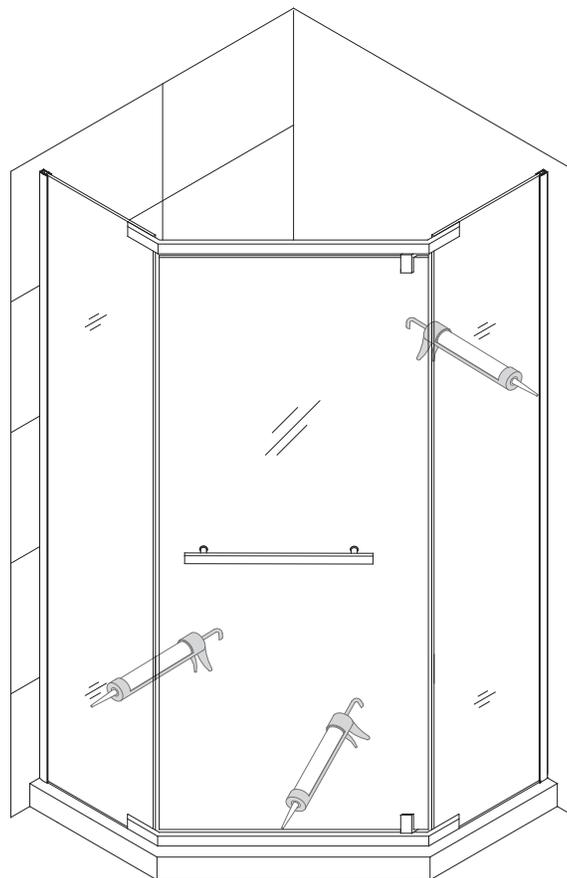

Fig 10
10. Appliquez un silicone résistant à la moisissure et de bonne qualité le long des bordures intérieures du **Panneau Vitré (N° 03)**, des **Profils Muraux (N° 02)** et de la **Barre de Pivot (N° 05)** pour sceller contre les joints de murs et de seuil. (**Fig 10**)